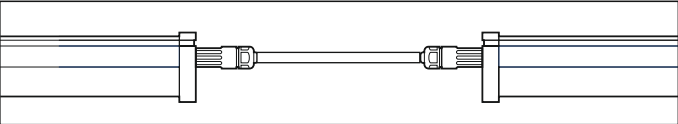

Рис. 1
- 5.8 Осветительные приборы по умолчанию оснащены сквозной проводкой для подключения в линию (рис. 1), а также герметичными наружными разъемами для быстрого подключения кабеля. Разъемы оснащены заглушками, поддерживающими герметичность. Заглушку перед подключением кабеля к разъему необходимо удалить.